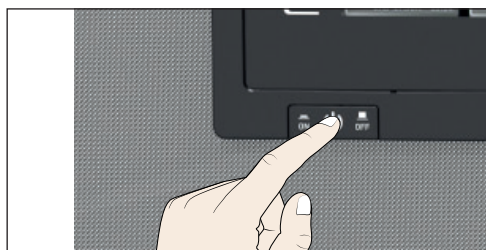

Fig. 20 Spegnere l'apparecchio
3. Spegnere l'apparecchio dall'interruttore principale (Fig. 20).